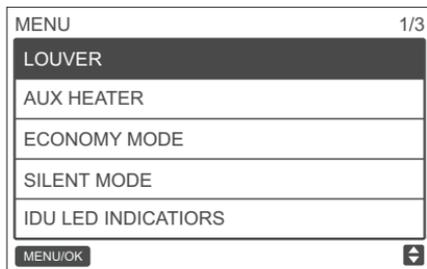

Рис. 35. Доступ к меню жалюзи
- ❖ Выберите в меню LOUVER, затем нажмите MENU/OK , чтобы отрегулировать жалюзи, как показано на Рис. 35 и 36.